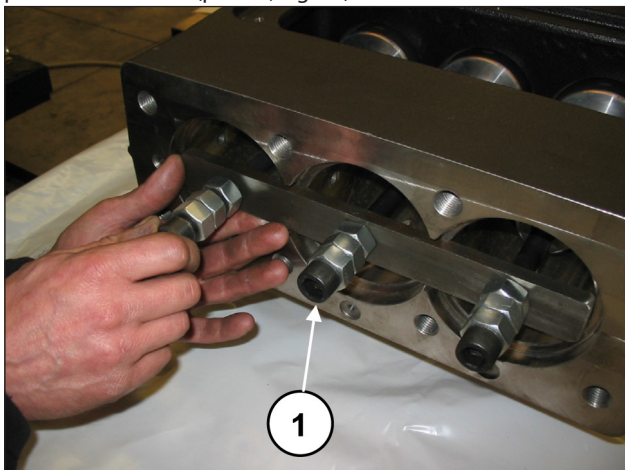
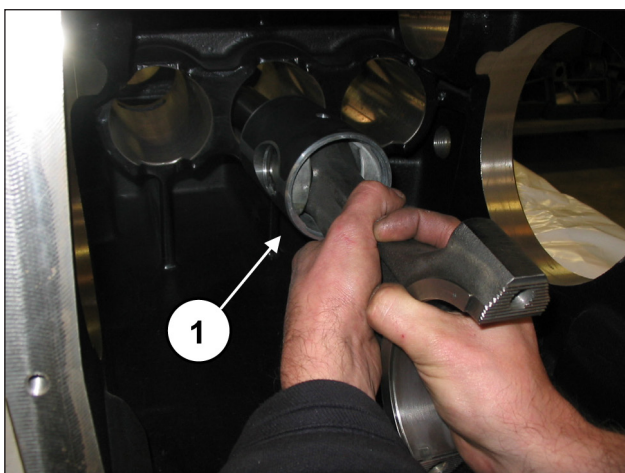

Fig. 41
Fig. 42
Prossiga com o desapertar dos parafusos da ferramenta, cód. 27566200, para desbloquear as hastes (pos. ①, Fig. 41) e, em seguida, extraia os grupos da haste-guia do pistão da abertura posterior do carter (pos. ①, Fig. 42).
Depois de ter verificado a limpeza correta do carter, insira o grupo da semi-haste-guia do pistão no interior das varas do carter (pos. ①, Fig. 42).
Bloqueie os três grupos da ferramenta adequada, cód. 27566200 (pos. ①, Fig. 41).
Remove a ferramenta para o bloqueio da haste, cód. 27566200 (pos. ①, Fig. 41) e deslize as hastes para dentro até entrar em contato com o eixo de manivela.